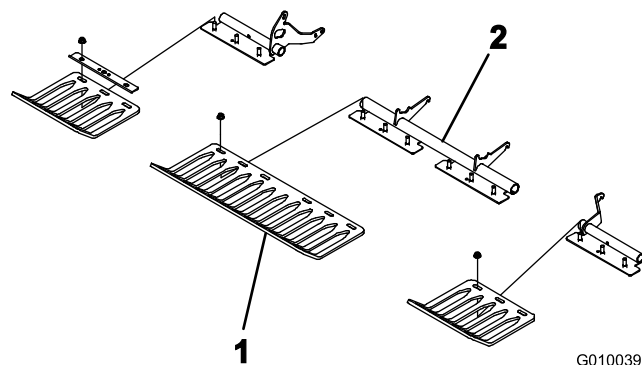

図 23
3. ターフガード・ブラケットにターフガード 4本を仮止めする ; 全部で 12 本のフランジナットを使用(図 23)。この時点ではまた本締めしないこと。
注 ターフガード・クランプとフランジナットはターフガード・ブラケットに取り付けて出荷されています(図 23)